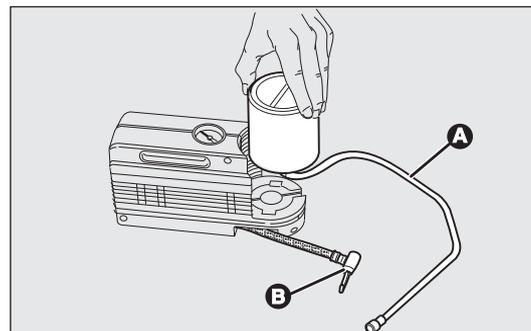

fig. 148
- débrancher le crabot B-fig. 148 ;